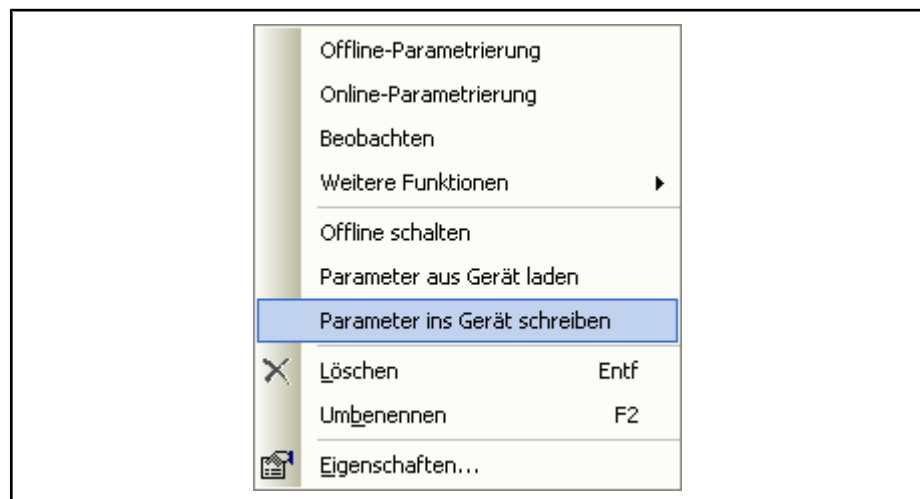

Abb.5-153: Parameter ins Gerät schreiben
4. Wählen Sie bei dem DTM "**Parameter ins Gerät schreiben**" aus (siehe Abb. 5-153 "Parameter ins Gerät schreiben" auf Seite 172)